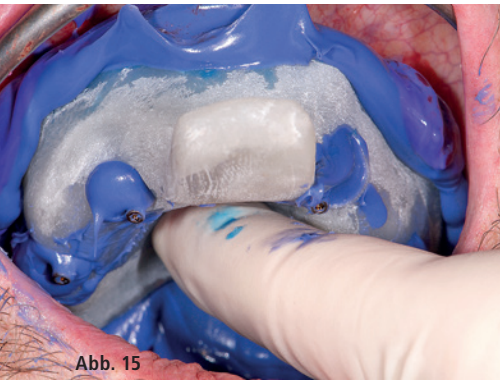

Abb. 15
**Abb. 15:** Abformung mit individuellem Löffel und Identium. – **Abb. 16:** Zustand nach Extraktion mit eingeschraubten temporären Heilkappen. – **Abb. 17:** Orthopantomogramm postoperativ. – **Abb. 18:** Sofortversorgung im Sinne einer temporären, verschraubten Brücke aus Kunststoff mit Modellgussgerüst in situ. – **Abb. 19:** Abschlussbilder der Restauration nach dem Straumann Pro Arch-Konzept und einer verschraubten Brücke (Createch und Labor Fischer). – **Abb. 20:** Aufsicht der fertigen Oberkieferversorgung vor Verschluss der Schraubenkanäle. – **Abb. 21:** Flexible Einheit für die Zahnarztpraxis: der neue TRIOS Move mit 3Shape TRIOS Intraoralscanner, Touchscreen-Monitor und leistungsstarkem PC. So können Informationen zur Behandlung mit dem Patienten geteilt und die Behandlungsakzeptanz gestärkt werden.